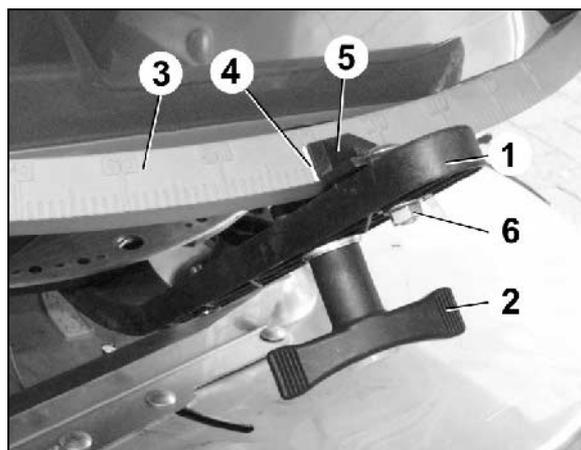

Fig. 83
2. Mengenschieber mittels Stellhebel (Fig. 83/1) öffnen.
4. Stellhebel auf der Skala (Fig. 83/3) bis zum Anschlag an den Bolzen verschwenken.
5. Stellhebel mit Drehgriff (Fig. 83/2) feststellen.
6. Sechskant-Schraube (Fig. 83/6) lösen. Den Zeiger (Fig. 83/5) auf den Skalenwert "**8**" ausrichten und mit Sechskant-Schraube feststellen. Ablesekante des Zeigers ist (Fig. 83/4).